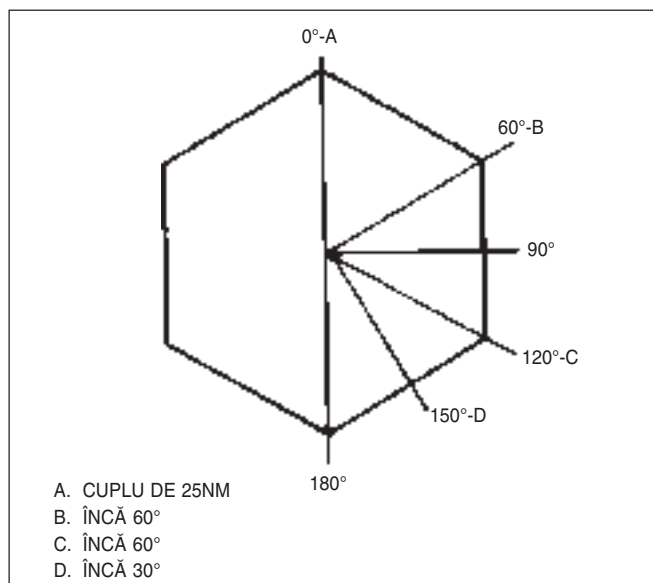

Fig. 21 Diagrama de strângere, în grade
- a. Toate șuruburile(29) la 25Nm.
- b. Adițional încă 60°(vezi Fig.21).
- 5) Tacheții hidraulici(37) și culbutorii(36).